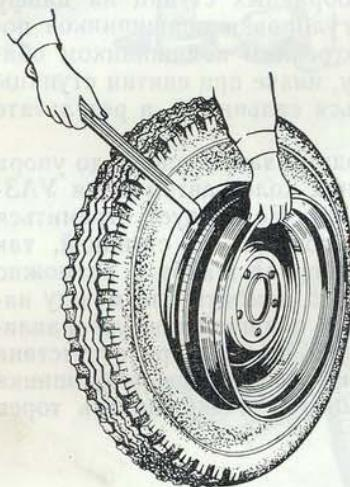

Рис. 193. Демонтаж шины
3. Вдавить часть борта покрышки со стороны, противоположной вентилю, в среднюю глубокую часть обода и, пользуясь монтажными лопатками, снять верхний борт покрышки с обода колеса по всей окружности, начиная от вентиля (рис. 193).